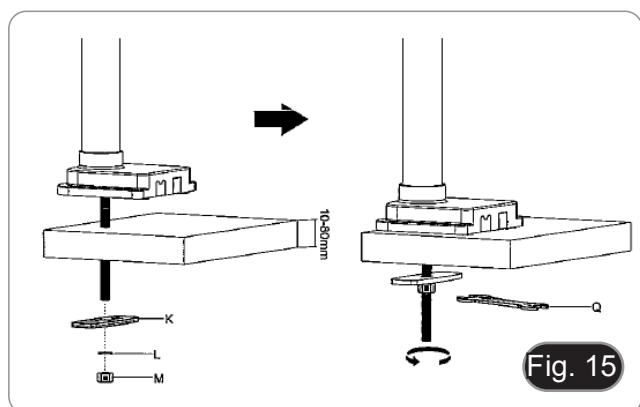

Fig. 15
6. Inserire la vite (I) nel foro del tavolo.
7. Fissare il tutto usando la piastra di fissaggio (K), la rondella (L) ed il dado (M).
8. Serrare il dado usando la chiave (Q). (Fig. 15)